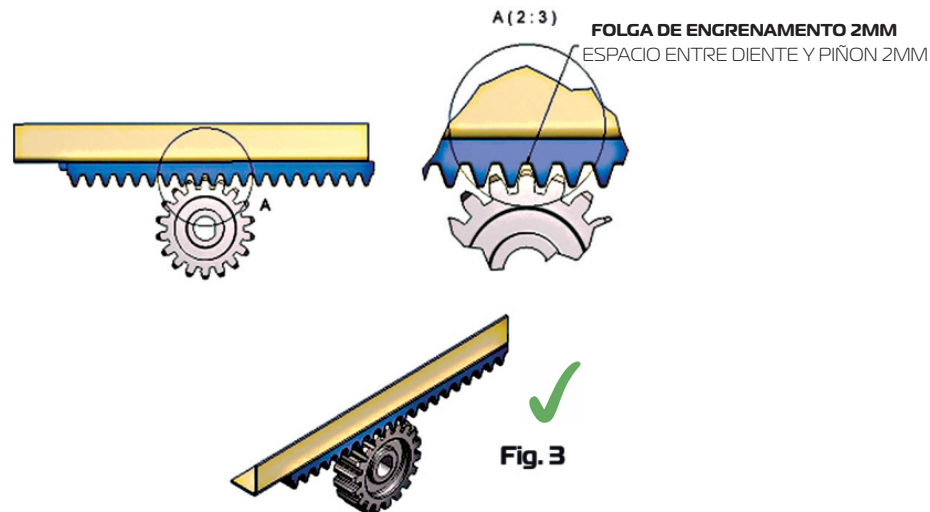

Fig. 3
Após ter apoiado a cremalheira na engrenagem de saída e encostando-a na folha do portão verifique se há uma folga de 2mm entre os dentes (fig.3)
*Cierre el portón manualmente y posicione la cremallera por encima del piñón del motor, dejando una luz de 2mm, entre los dientes de la cremallera y el piñón (fig.3).*